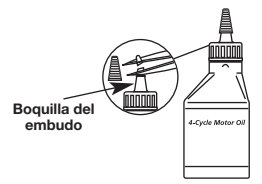

Fig. 1
Su unidad trae una botella de aceite SAE 30 SF, SG, SH de 90 ml (3,04 onzas fluidas) (Fig. 1).
1. Desenrosque la tapa de la botella de aceite y retire el sello de papel que cubre la apertura. Vuelva a colocar la tapa. Corte la punta de la boquilla del embudo (Fig. 1).